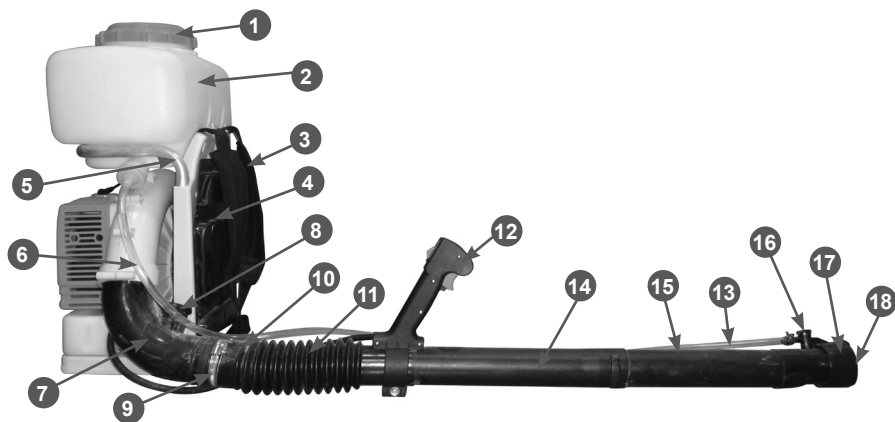
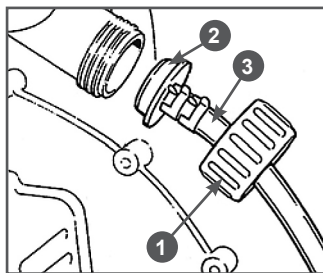
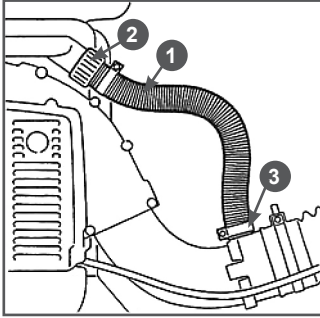

Рис. 1 Основные узлы и органы управления (вид сбоку)
Рис. 9 Монтаж/демонтаж шланга подачи жидкости
Рис. 10 Установка шланга подачи порошка
Основные узлы и органы управления показаны на Рис. 1, 2.
9. Наденьте соединительную гайку 1 на шланг 3 (Рис. 9). Установите шланг 3 на штуцер редуктора 2 и закрепите его хомутом. Закрутите соединительную гайку.
14. Убедитесь, что заслонка 8 (Рис. 1) подачи порошка закрыта.
2. При необходимости демонтируйте шланг 6 подачи жидкости (Рис.1). Для этого необходимо открутить соединительную гайку 1 (Рис. 9) и вытащить переходник 2 со шлангом 3.
3. Установите вместо шланга подачи жидкости шланг подачи порошка 1 (Рис.10), закрепите его соединительной гайкой 2 подачи порошка на патрубке бака и хомутом 3 на патрубке напорной трубы. Убедитесь, что заслонка патрубка 8 (Рис. 1) напорной трубы находится в закрытом положении.